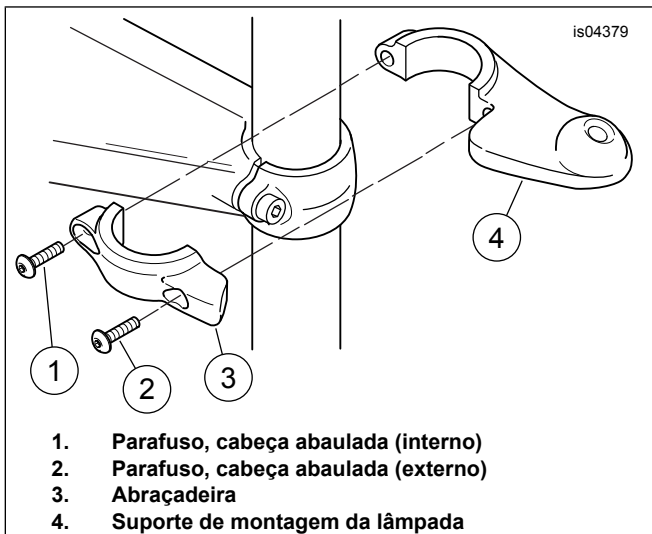

Figura 1. Instalação do suporte de montagem no tubo interno (lado direito exibido)
5. Veja Figura 1. Posicione o suporte de montagem do lado direito (4) e o prendedor (3) no tubo interno do lado direito como mostrado. Prenda sem apertar com dois parafusos de cabeça abaulada. Aperte primeiro o parafuso externo (2), em seguida, o parafuso interno (1) com torque de 8–9 N·m (70–80 in-lbs).